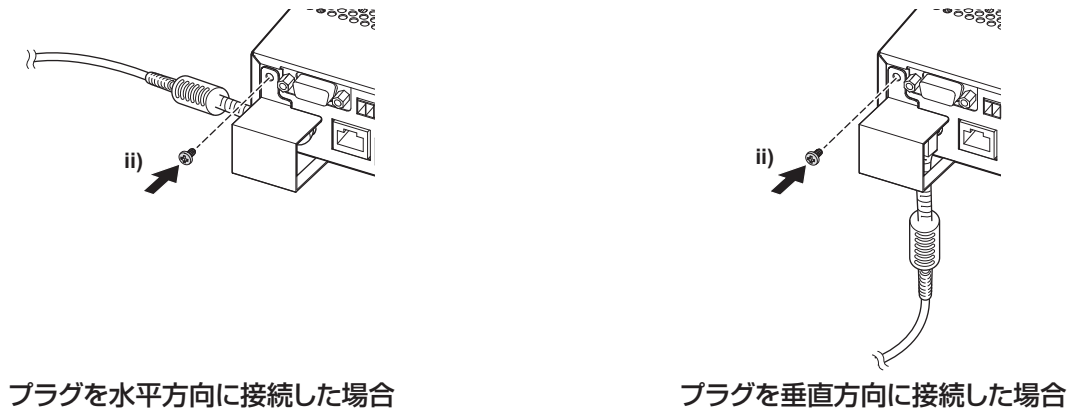

図3
- ii) AC アダプターのプラグを覆うように取り付け、付属のねじ（M3 × 6）1 本で固定します。（図 3）